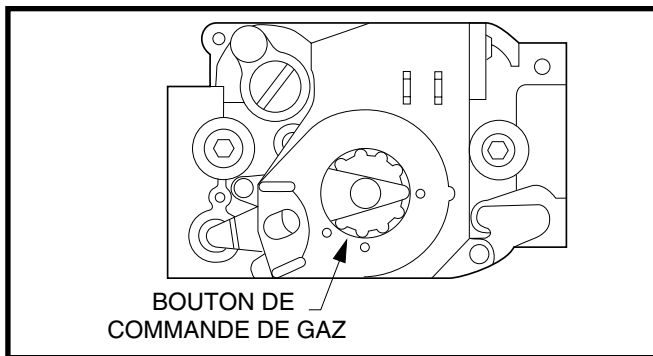

Figure 28. Robinet de gaz à allumage direct – Honeywell
3. Retirez la porte de la fournaise et fermez le robinet de gaz. Enfoncez et tournez le bouton de commande du gaz dans le sens des aiguilles d'une montre à la position **OFF** (fermé). Voyez la Figure 28 \(page 20\).
4. Attendez dix (10) minutes pour vous assurer de la dissipation du gaz. Si vous détectez du gaz, **ARRÊTEZ!** et suivez les informations de sécurité. Si vous ne sentez pas de gaz, passez à l'étape 5.
6. Mettez le robinet de gaz en position **ON** (ouvert). Enfoncez et tournez le bouton de commande du gaz dans le sens contraire aux aiguilles d'une montre à la position **ON** (ouvert) (Figure 28).
4. Tournez le bouton de commande du gaz dans le sens des aiguilles d'une montre jusqu'à la position **OFF** (fermé) (Figure 28).
2. Assurez-vous que le commutateur de marche-arrêt est en position ON (marche). Voyez la Figure 27 \(page 15\) ou la Figure 28 \(page 20\).